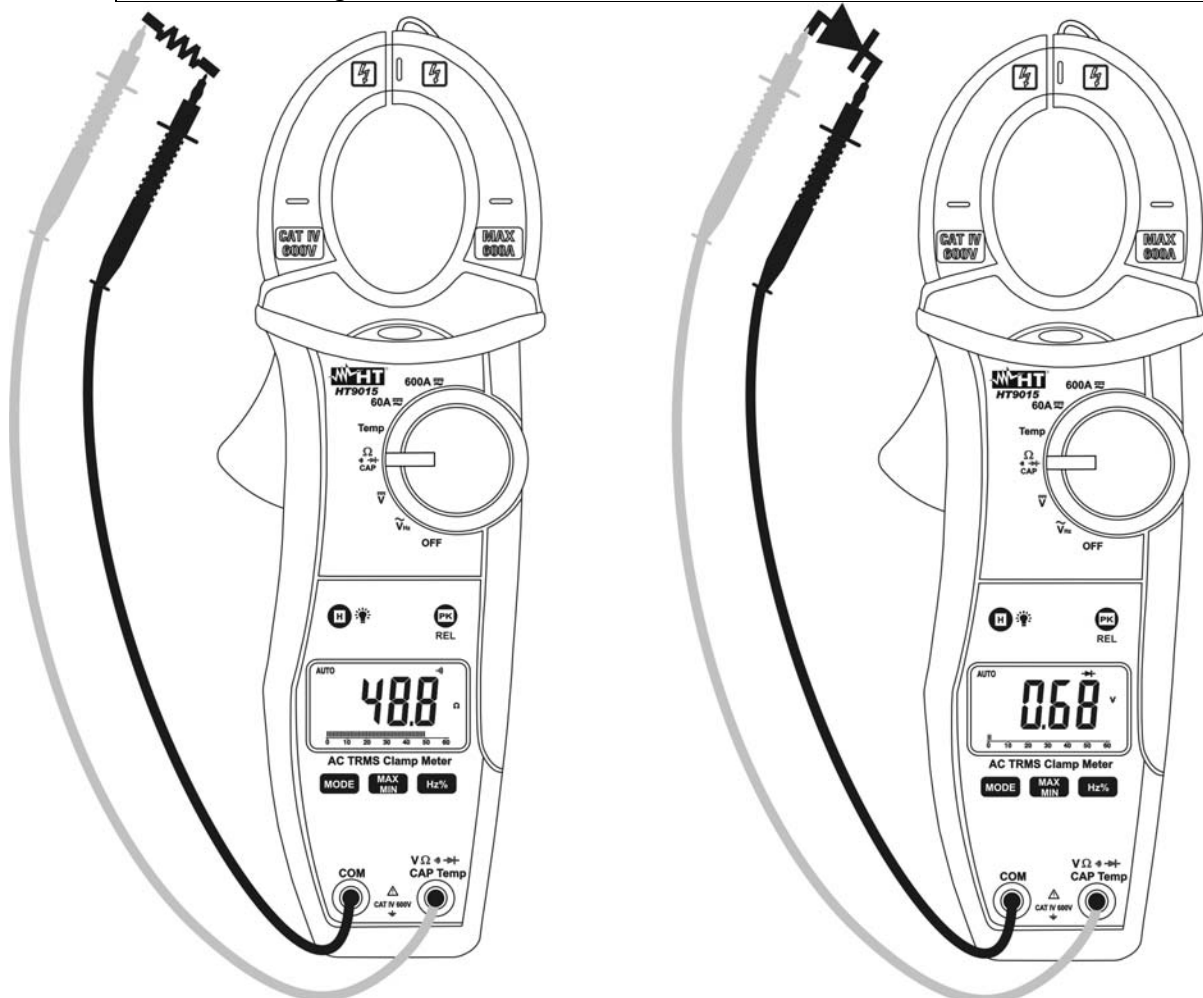

Fig. 6: Uso de la pinza para la Prueba de la Continuidad y Prueba de Diodos
3. Inserte el cable rojo en el terminal de entrada  $V\Omega \rightarrow \text{CAP Hz \% Temp}$  y el cable negro en el terminal de entrada **COM** y efectúe la prueba de continuidad sobre el objeto en prueba (ver Fig. 6 – parte izquierda). El indicador acústico emite una señal cuando el valor de la resistencia medida es inferior a aproximadamente  $60\Omega$ .
5. Conecte la punta roja al ánodo del diodo y la punta negra al cátodo en caso de medida de polarización directa (ver Fig. 6 – parte derecha). Invierta la posición de las puntas en caso de medida de polarización inversa.